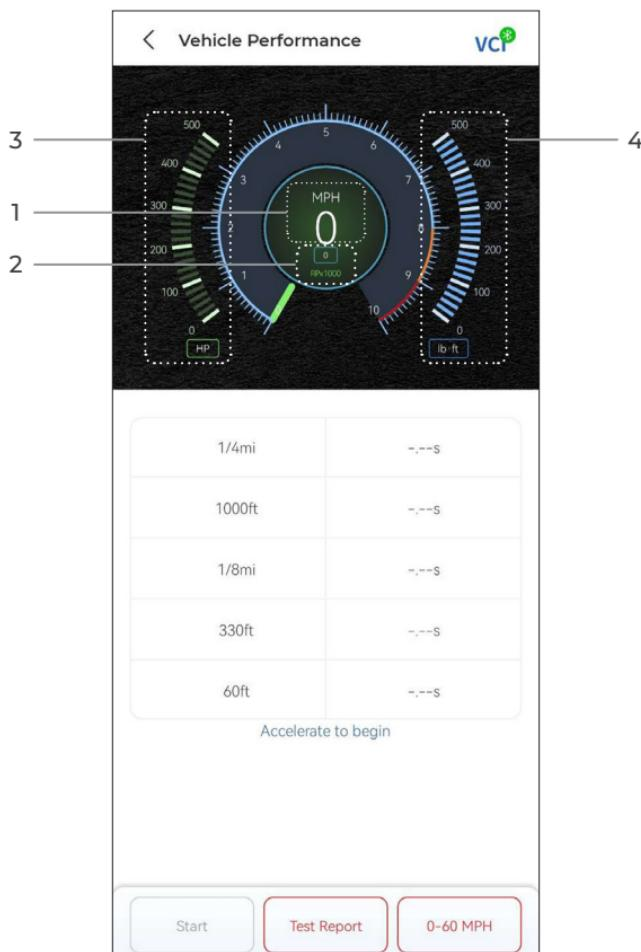

Figure 4-18
**Résultats des tests de 1/4 mi** - enregistrer le temps écoulé pour qu'un véhicule parcoure une certaine distance (60 pieds, 330 pieds, 1/8 mi, 1 000 pieds, 1/4 mi) et la vitesse instantanée à chaque point (voir Figure 4-18 et Figure 4-21).